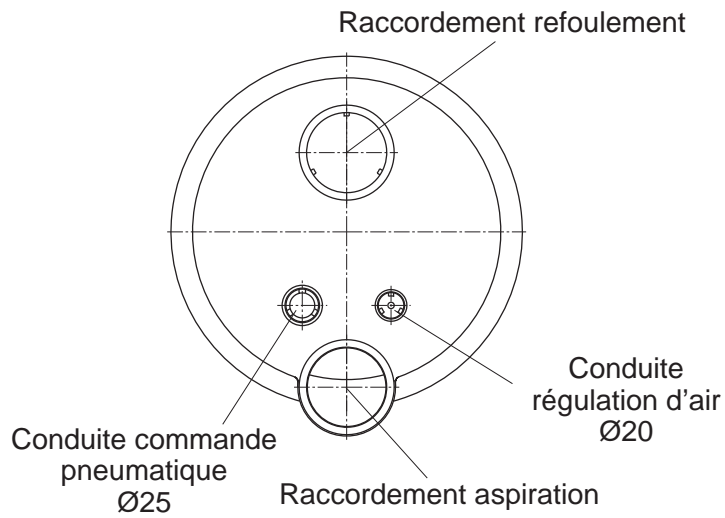
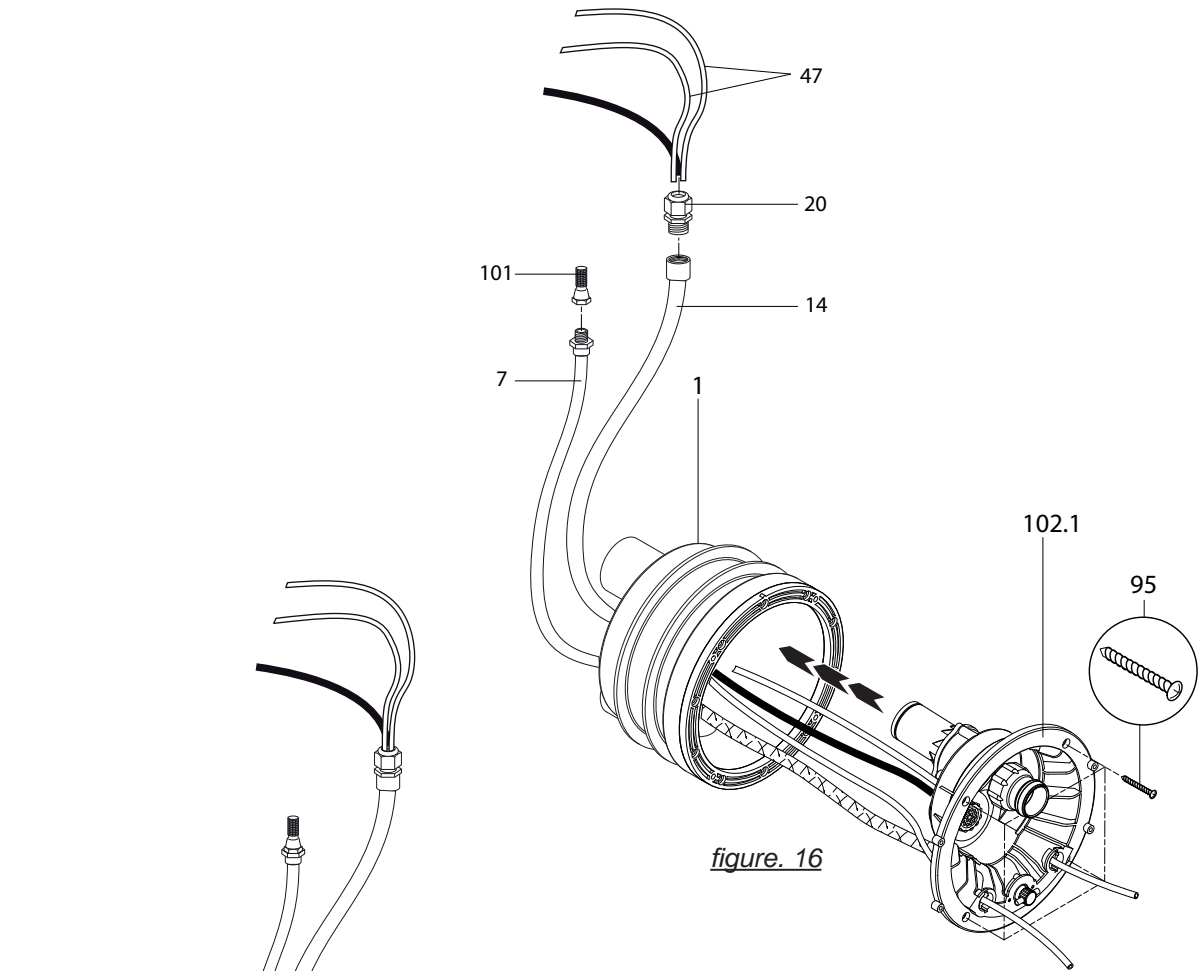

figure. 9
figure. 16
- 2) Collage de la gaine de protection du câble et du tuyau de la conduite de régulation d'air (fig. 9).
- 3) Placer le corps de buse (102.1) sur la pièce à sceller (1).
- 4) Passer les tuyaux de la commande pneumatique et le câble du projecteur à travers la gaine de protection (14) et étanchéifier à l'aide du presse étoupe (20).
- 5) Fixer la conduite de régulation d'air à l'aide du collier de serrage (8) sur la régulation d'air (21).
- 6) Fixer le corps de buse complet (102.1) sur la pièce à sceller (1) à l'aide des 4 vis auto taraudeuses (95). (figure 16).